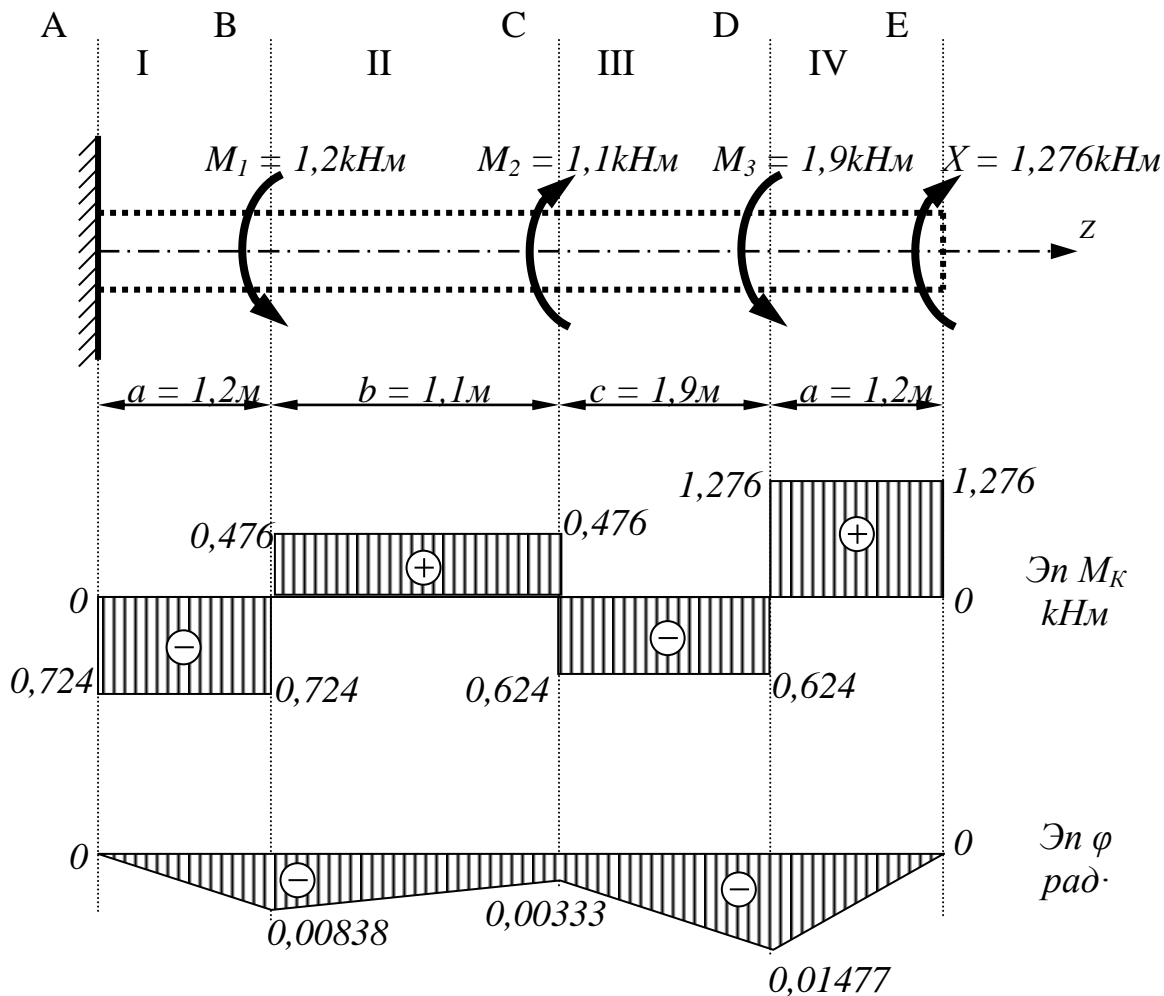

Рис. 6 Побудова епюр крутних моментів і кутів повороту перерізів
3) За отриманими результатами побудуємо епюру крутних моментів  $M_{KP}$  (рис. 6).